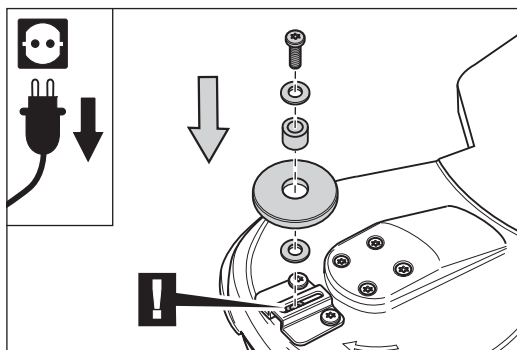

Abb. 66 Zusammenbau der Wandschutzrolle. Auf die Mutter im Halter achten!
- 5 Setzen Sie die Buchse in die neue Wandschutzrolle ein und legen Sie diese mit jeweils einer Scheibe pro Seite auf den Wandschutzrollenhalter auf. Beachten Sie dabei, dass sich die Mitte der Rolle über der Mutter im Halter befindet (Abb. 66)!